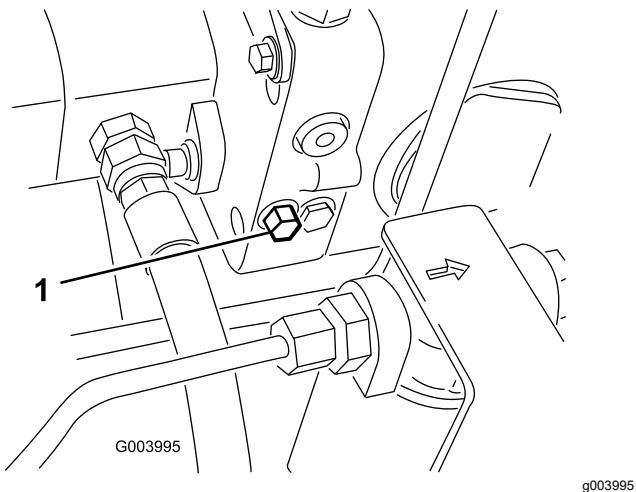

Figura 27
1. Localice la válvula de desvío, situada en el lado izquierdo del hidrostato (Figura 27).